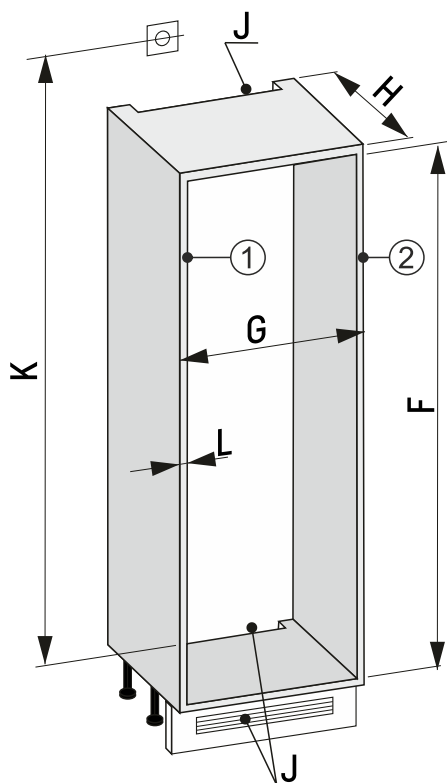

Fig. 86 30"-nisch
- Mät möbelväggstjockleken Fig. 86 (L).